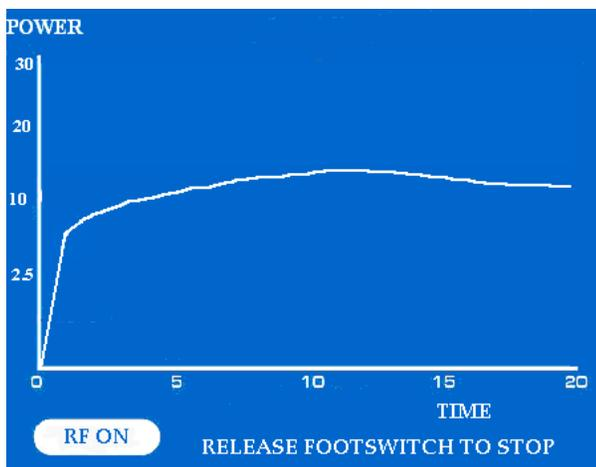

Figura 11: Grafico che mostra la potenza (penna Isolator) indicante la modalità RF ON (è mostrata la nuova schermata)
- i. Il grafico in tempo reale della potenza misurata viene visualizzato sullo schermo grafico LCD con una tolleranza pari a $\pm 20\%$. Il grafico della potenza utilizza una scala di 20 secondi (fare riferimento alla **Figura 11**).
- ii. Se l'utente non rilascia l'interruttore a pedale entro 40 secondi, il sistema si spegne automaticamente e interrompe l'ablazione (fare riferimento alla **Figura 11**).